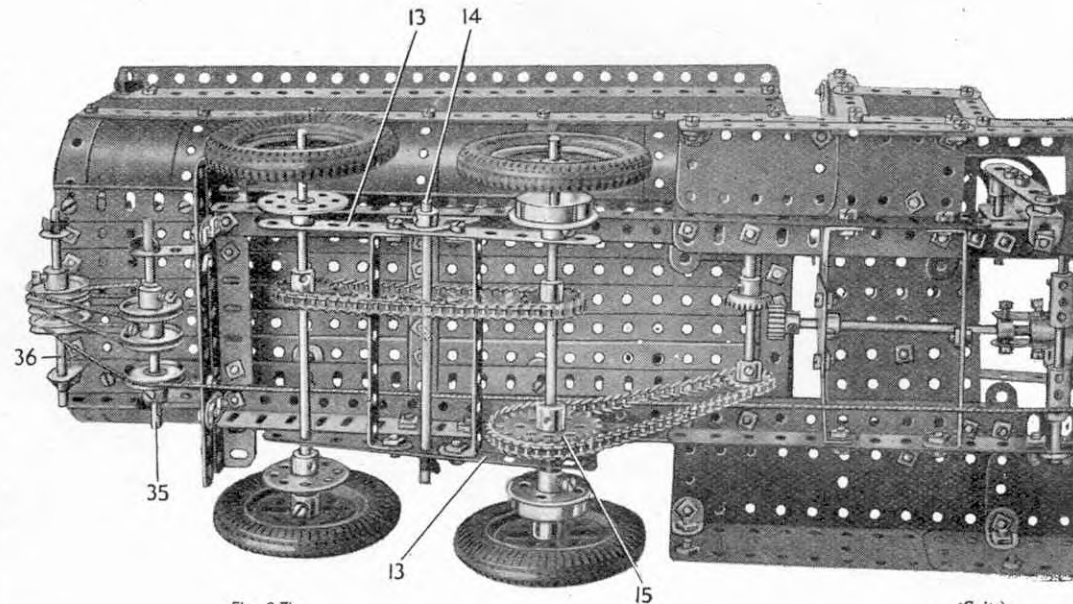

Fig. 8.7b
Les roues arrière sont fixées sur des triangles de 16.5 cm, passées dans les avant derniers trous des bandes de 11 trous 13 (Fig. 8.7b). Ces bandes pivotent librement sur une tringle de 11.5 cm, (14) qui passe dans les trous inférieurs des embases triangulées plates boulonnées au châssis. Les deux essieux arrière sont reliés par une chaîne Galle qui passe sur une roue de chaîne de 18 dents montée sur chaque essieu, et l'axe avant porte une roue de chaîne de 36 dents 15.
La partie incurvée des côtés est constituée par des plaques cintrées de 43 mm. de rayon, et par des plaques flexibles de 6 x 6. Ces dernières sont boulonnées à leurs extrémités inférieures à des cornières de 25 trous 27 qui sont réunis à chaque extrémité et au centre par des bandes de 7 trous. Le fond de la benne est garni de bandes de 25 trous, et le panneau mobile arrière est formé par une plaque flexible de 14 x 6, et une autre de 11,5 x 6, ainsi que par deux plaques semi-circulaires. Celles-ci sont boulonnées ensemble comme le montre la Fig. 8.7b, et pivotent sur la benne grâce à une tringle de 16,5 cm. qui passe dans une bande coudée de 140 x 12 (28). La benne bascule sur une tringle de 11,5 cm. (29), passée dans des équerres de 25 x 25 boulonnées au châssis.